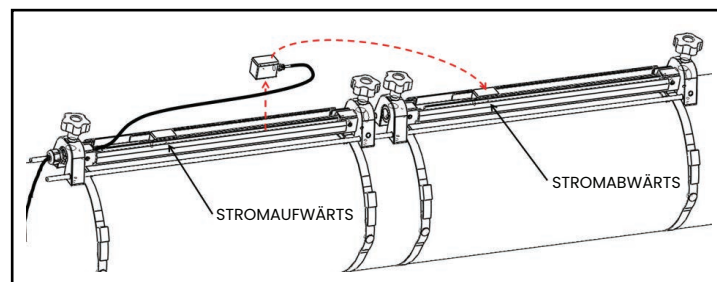

Abbildung 16: Den nachgelagerten Messkopf bewegen
- b. Trennen Sie den nachgelagerten Messkopf von der ersten Vorrichtung (siehe *Abbildung 16* unten), trennen Sie das Messkopfkabel, und führen Sie das Kabel in die zweite Vorrichtung. Installieren Sie dann den nachgelagerten Messkopf in der zweiten Vorrichtung, und schließen Sie das Messkopfkabel wieder an. Wenn Sie ein festes Koppelmittel verwenden, tragen Sie es auf beide Messkopfflächen auf. Drehen Sie die Messkopf anschließend wieder auf die Schiene.